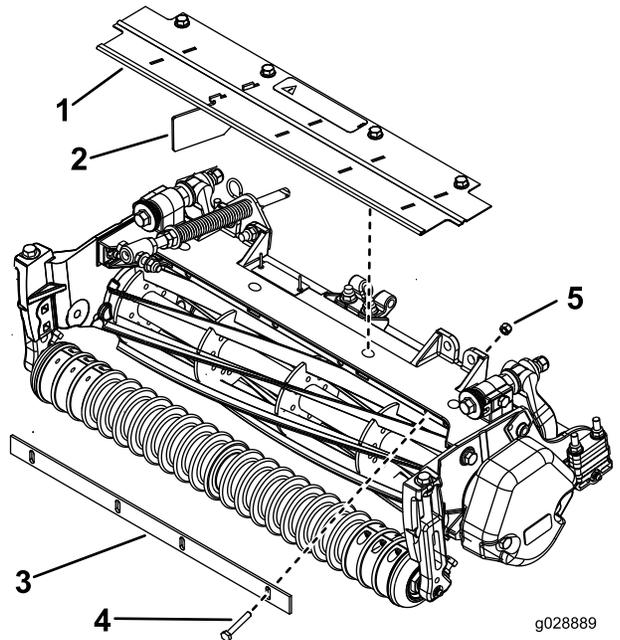

图7
1. 用 4 个螺栓 1/4 x 1-3/4 英寸和 4 个锁紧螺母 1/4 英寸将出草挡板松松地安装到滚刀组支架上请参阅图7。
3. 旋紧螺栓和锁紧螺母图7。
1. 拆下把前挡草罩固定到滚刀组机架上的 4 个凸缘头螺栓图7。拆下挡草罩。
2. 如 图7 所示从挡草罩拆下 4 个折流板仅留下 1 个折流板。